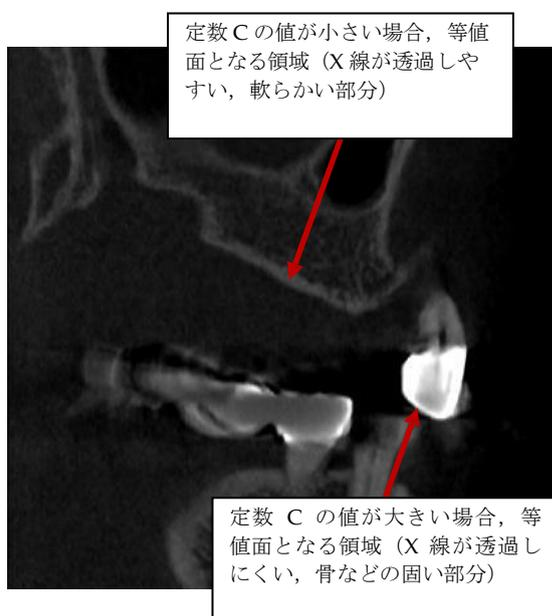

図3-2 Constant C による等値面の選択
| ① Constant C | 画像の数値を関数 $F(x, y, z)$ と想定した場合、等値面は、定数 C を用いて、 $F(x, y, z) = C$ で定義されます。ここでは、等値面をとる輝度値 C を設定します。この値が大きいほど、DICOM 画像上のより明るい部分を造形に使用することになります(図 3-2) |